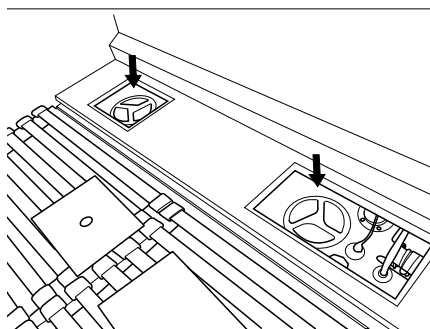

Bild 68 Reinigungsöffnungen Frischwassertank (Abb. ähnlich)
- Reinigungsöffnungen ausschrauben und abnehmen (Bild 68).